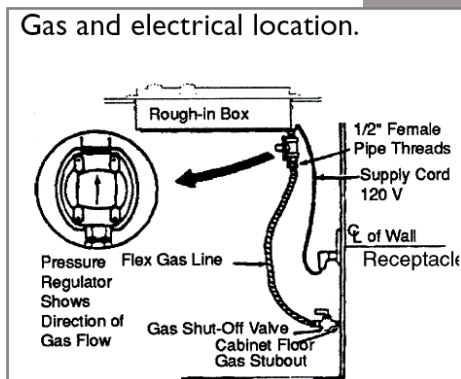

Fig. 3
- f) Après avoir installé un robinet d'arrivée du gaz dans une position facilement accessible sous l'appareil (voir fig. 3), installer le régulateur de pression (livré) sur le tube du collecteur en utilisant un ruban de Teflon® sur les filetages du tube du collecteur. Pour éviter de possibles endommagements du régulateur de la pression du gaz, l'installer après avoir inséré la boîte brute dans sa position définitive. ATTENTION: ne tenter aucun réglage du régulateur de pression, excepté la conversion au propane. Raccorder la ligne d'alimentation du gaz au régulateur de pression de l'appareil en utilisant un connecteur pour ligne du gaz flexible de 1/2" entre le robinet d'arrivée mural et le régulateur de pression (voir la procédure complète en fig. 3).